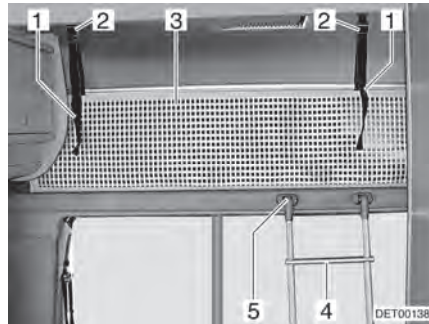

Bild 71 Alkovenbett
Zum Besteigen des Alkovenbetts die serienmäßig beigelegte Aufstiegsleiter (Bild 71,4) benutzen.
- Leiter mit den Holmen in Halterung (Bild 71,5) an der Alkovenblende einhängen.
Das Sicherungsnetz (Bild 71,3) ist serienmäßig zwischen Matratze und Lattenrost verstaut. Das Sicherungsnetz erst aufspannen, wenn sich die Personen bereits im Alkoven befinden.
- Haltebänder (Bild 71,1) in Halterungen (Bild 71,2) an der Decke einrasten lassen.